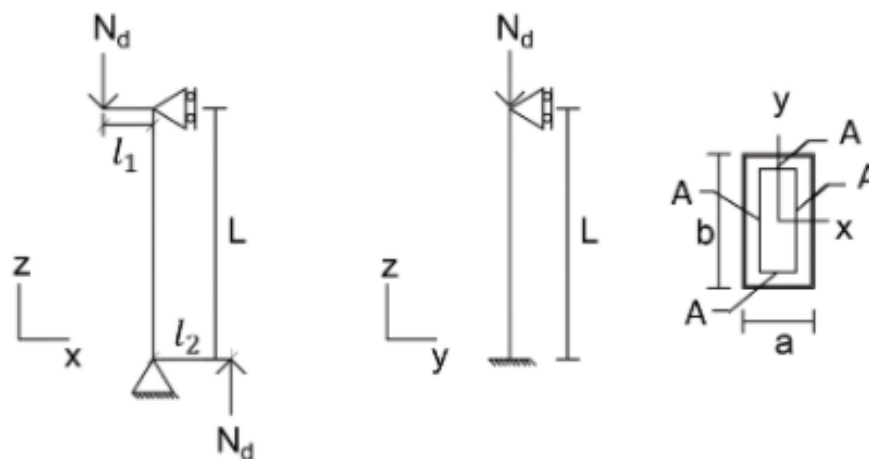

Figura 1.
La Figura 1 muestra un pilar rectangular de dimensiones  $b \times a$  y longitud  $L$ , sometido a una directa de diseño  $N_d$ . El mismo se encuentra bi-articulado en el plano  $XZ$ , y la directa se encuentra aplicada con una excentricidad  $l_1$  en el extremo superior y  $l_2$  en el extremo inferior, mientras que en el plano  $YZ$  se encuentra empotrado-apoyado y la fuerza de compresión  $N_d$  se encuentra centrada en la sección.
- Determinar la armadura longitudinal del soporte con una distribución de armadura presentada en el corte, en la Figura 1. **[Incluir el área total de acero calculada en la casilla de respuesta]**